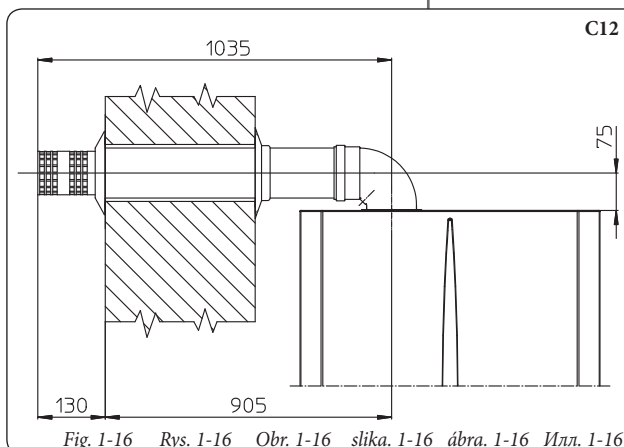

Fig. 1-16 Rys. 1-16 Obr. 1-16 слика. 1-16 ábra. 1-16 Илл. 1-16
- Zastosowanie zestawu z wyjściem bocznym (Rys. 1-16); Zastosowanie jedynie poziomego zestawu doprowadzająco-spustowego, bez specjalnych przedłużek, ozwała na przejście przez ścianę o grubości 905 mm.